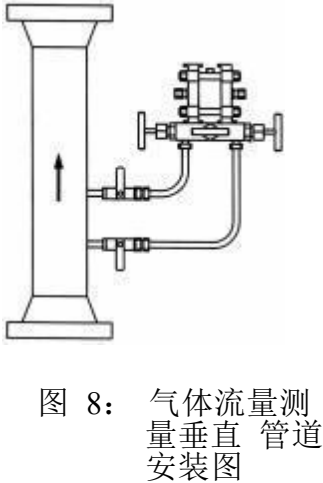

图 8：气体流量测量垂直管道安装图
② 如图 8 所示：在气体介质流量测量时，差压变送器安装在垂直管道高端取压口一侧，且水平安装在高於取压口的三阀组板水平端面上。